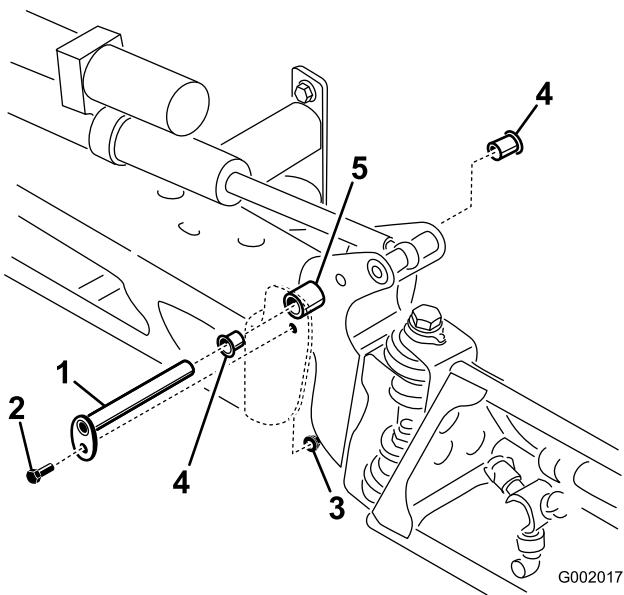

図 73
3. ブームを支えておきながら、ピボット・ピンをブーム・アセンブリに固定しているボルトとナットを取り外す（図 73）。ピボット・ピンを取り外す。
5. ナイロン・ブッシュを取り外し、ピボット・ブラケットの前面および後面側から見て点検する(図 73)。磨耗したり破損したりしている場合は交換する。
7. センター・フレームにブーム&ピボット・ブラケット・アセンブリを取り付け、開口部を整列させる(図 73)。